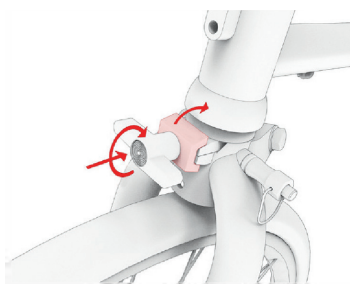

Fig. 1.10
- ⑨ Coloque el perno de seguridad (rojo) de la horquilla delantera plegable en posición horizontal y fíjelo con la tuerca de aletas (Fig. 1.10).